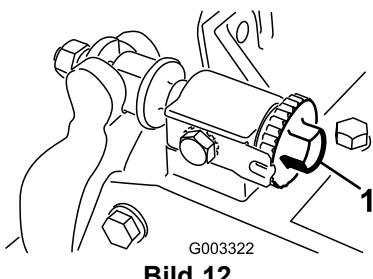

Bild 12
1. Stellen Sie das Mähwerk auf eine flache und ebene Fläche. Drehen Sie die Einstellschrauben des Untermesserträgers nach links, um sicherzustellen, dass der Untermesserträger nicht die Spindel berührt (Bild 12).
Wichtig: Stellen Sie sicher, dass die Muttern hinten an den Einstellschrauben des Untermesserträgers nicht auf der Arbeitsfläche aufliegen (Bild 12).